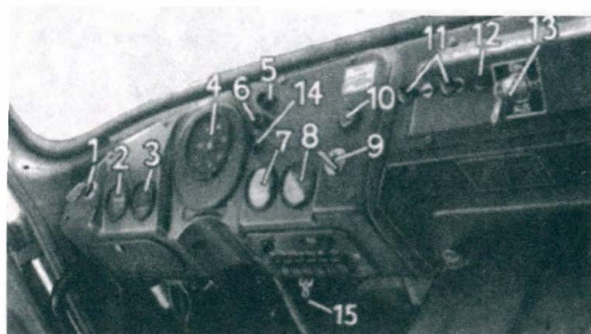
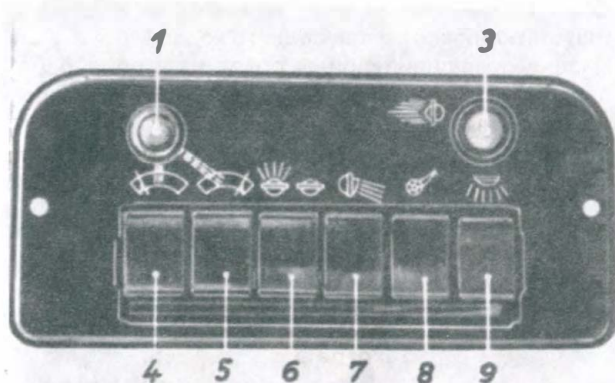

Рис. 13 Приборная доска
Рис.14 Клавишный выключатель
Для обеспечения безопасности передвижения необходимо до выезда обязательно проверьте приборы освещения и сигнализации. Элементы обслуживания электрооборудования расположены на панели приборов (см. рис.13) и на клавишном выключателе (см. рис.14).
Манометр для измерения давления при торможении представляет собой двойной воздушный манометр (см. рис.13). Белая стрелка показывает рабочее давление (давление в ресивере), а красная стрелка — давление при торможении (давление в тормозном трубопроводе). Обе стрелки должны перекрывать друг друга и до начала езды находиться в зеленом поле шкалы. Если этого не происходит, то следует установить причину и устранить неисправность.
3. Устройство для обмывания ветрового стекла включать только на время (не более 20 секунд). Кнопка для обслуживания этой установки находится на клавишном выключателе, рядом с кнопками для контрольной лампочки зарядки и дальнего света (см. рис. 14). Бачок для жидкости обмывания ветрового стекла с электрическим центробежным насосом закреплен у отопителя со стороны помощника водителя.